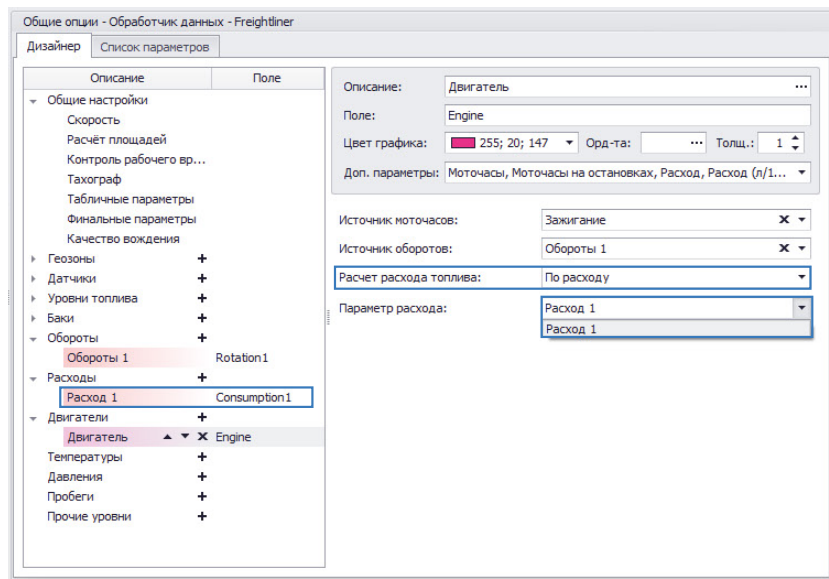

Рис.50. Расчет расхода двигателя по параметру расхода.
- **По расходу (Рис.50)** – расчет расхода двигателя по показаниям параметра расхода. Для данной опции необходимо выбрать заранее настроенный параметр расхода в поле «Параметр расхода». Для этого в программе должен быть задан хотя бы один параметр расхода, показывающий расход топлива настраиваемым двигателем. Параметр расхода должен быть добавлен в группу параметров «Расходы».